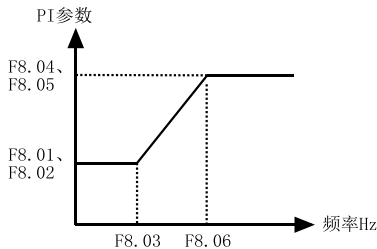

图 4-8-1 PI参数示意图
**说明：**F8.01和F8.02为运行频率小于速度环切换频率1（F8.03）时PI调节参数。F8.04和F8.05为运行频率大于速度环切换频率2（F8.06）时PI调节参数。处于速度环切换频率1和速度环切换频率2之间的频率段的PI参数，为两组PI参数线性切换，如图4-8-1